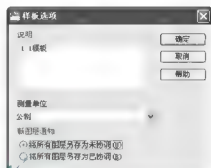

图 4.95 【样板选项】对话框
(10) 单击【保存】按钮后,弹出如图4.95所示的【样板选项】对话框,在【说明】文本框中可以输入对样板的说明。